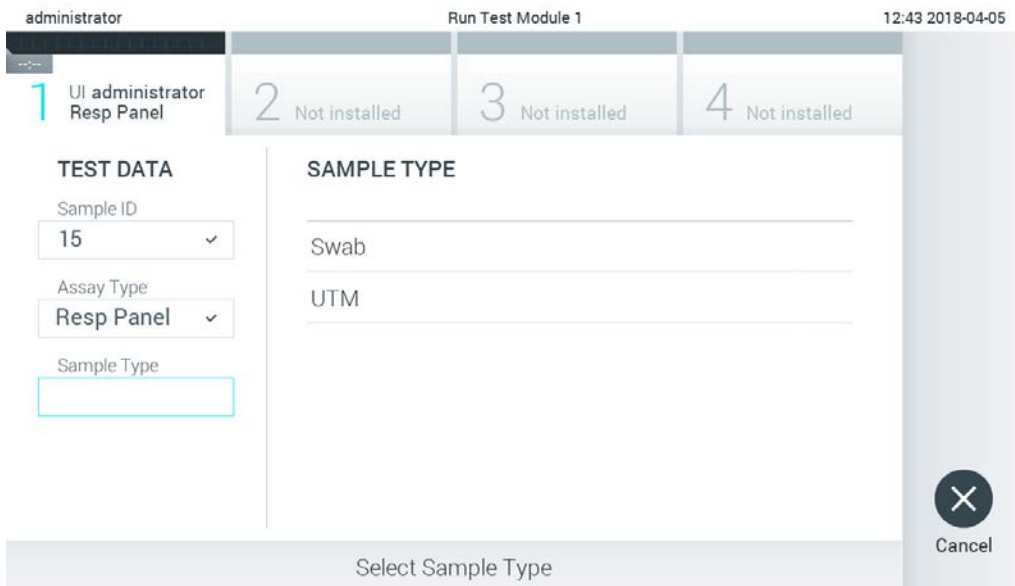

Figura 84. Seleção do tipo de amostra.
5. O campo Assay Type (Tipo de ensaio) é automaticamente preenchido e, se necessário, deve ser manualmente selecionado um Sample Type (Tipo de amostra) apropriado a partir da lista (Figura 84).